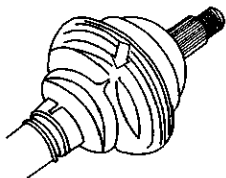

图 3-165 防尘罩充气
6) 在万向节上安装防尘罩时, 防尘罩经常要受到挤压。因而在防尘罩内部产生的一定真空, 它在车辆行驶中会产生一个内吸的折痕(如图 3-165 中箭头所示)。因此在安装防尘罩小口径之后, 要稍微充点气, 使压力平衡, 不产生皱褶。